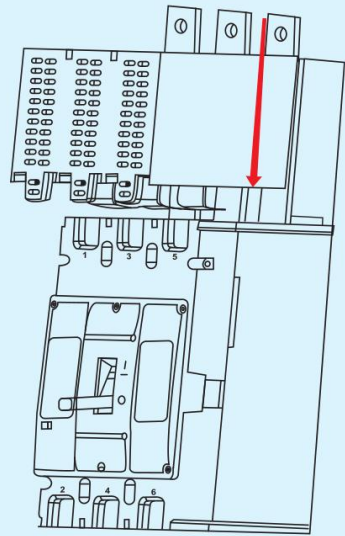
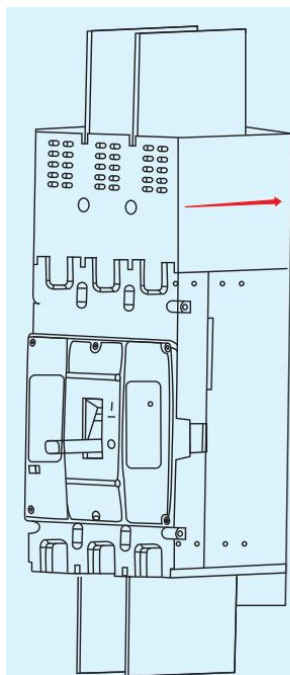

图 3
图 4
2.把组装好的飞弧罩使挡板与中盖上红色标注面平行后，按照图 3 产品侧进行滑动，使飞弧罩与底座进行卡接。
3.按照图 3 飞弧罩与底座，中盖之间卡接后，按照图 4 施加力按照红色标注方向使飞弧罩进行运动，按照完成后如图 4，用螺钉固定安装飞弧罩上的隔弧板。如图 5 所示。